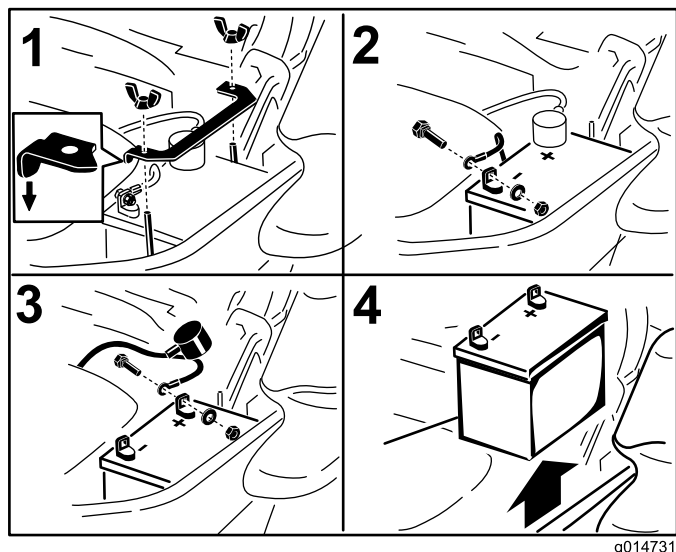

Figura 46
3. Primero desconecte el cable negativo (negro) del borne negativo (-) (negro) de la batería (Figura 46).
4. Retire la cubierta de goma roja del borne positivo (rojo) de la batería y retire el cable positivo (+) (rojo) (Figura 46).
5. Retire la tuerca de orejeta que sujeta la abrazadera de la batería (Figura 46).
6. Retire la abrazadera (Figura 46).
1. Coloque la batería en la bandeja, con los bornes frente al depósito de aceite hidráulico (Figura 46).
4. Fije los cables con 2 pernos, 2 arandelas, y 2 contratuercas (Figura 46).
6. Instale la abrazadera y sujétela con la tuerca de orejeta (Figura 46).